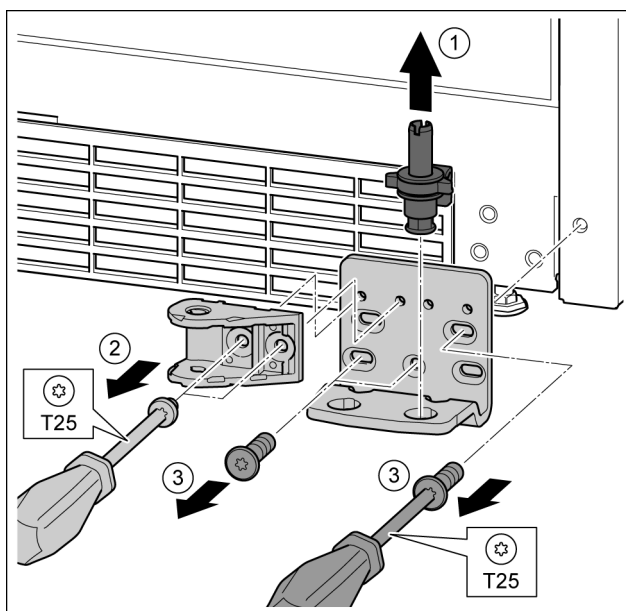

Fig. 30
- ▶ Extraiga el perno de cojinete completo hacia arriba. *Fig. 30 (1)*
- ▶ Desenrosque los tornillos con el destornillador T25 y retire la conexión de amortiguador de cierre. *Fig. 30 (2)*
- ▶ Desenrosque los tornillos con el destornillador T25 y retire el soporte de cojinete *Fig. 30 (3)*